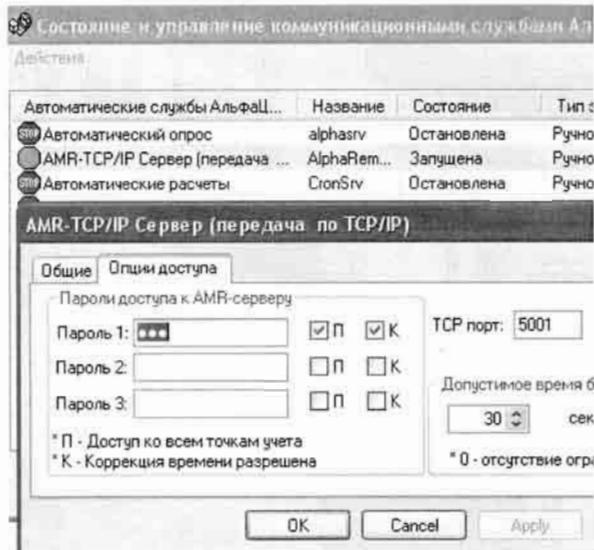

Рисунок 1. Параметры службы AMR-TCP/IP.
- 6.3.4 Перейдя к окну «Файл => Службы Альфа ЦЕНТР», проверить состояние и настройки службы “AMR TCP/IP Сервер” (см. Рисунок 1).